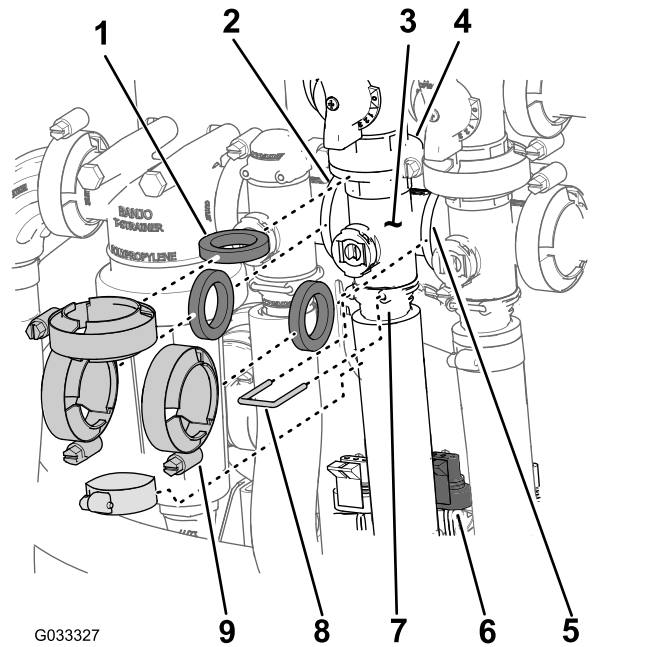

Bild 69
1. Entfernen Sie die Klemmen und Dichtungen, mit denen der Verteiler für das Rührwerkventil (**Bild 69**) am Rührwerksicherheitsventil, Dosierungsregelventil, Hauptabschnittventil und am Adapteranschlussstück (Rührwerkdruckventil) befestigt ist.
2. Entfernen Sie den Halter, mit dem das Auslaufanschlussstück am Verteiler für das Rührwerkventil befestigt ist (**Bild 69**).